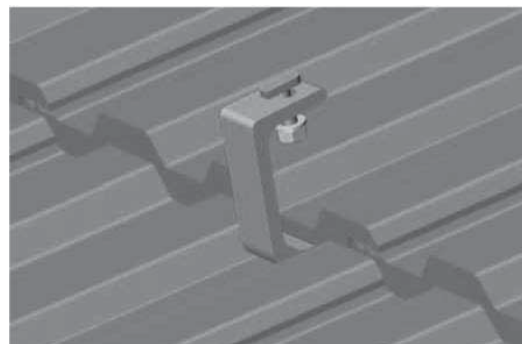

**Рисунок 5**
**4.2. Монтаж крышными браслетами.** Крепление предназначено для монтажа коллекторов на крыше, которая покрыта керамической черепицей. Благодаря тому, что браслет огибает черепицу и крепится непосредственно к стропилу, исчезает риск того, что черепица треснет при сверлении в ней отверстий (рисунок 5). Крыша должна быть скатной (т.е. располагаться к горизонту под углом от 15 до 75°)